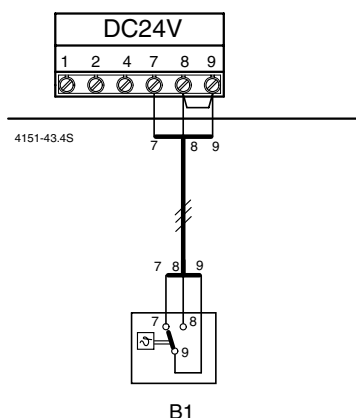

Fig. 21
- usare il modulo d'accensione del bollitore SE 8 (B1), cod. 7 719 001 172 , Fig. 21.